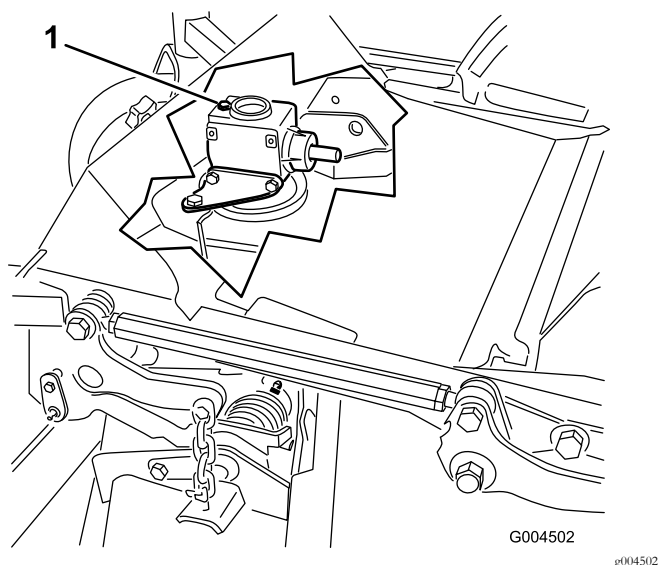

Figura 34
6. Retire a vareta/tampão de enchimento da parte superior da caixa de engrenagens e verifique se há lubrificante entre as marcas da vareta (Figura 34).
6. Retire a vareta/bujão de enchimento da parte de cima da caixa de engrenagens (Figura 34).